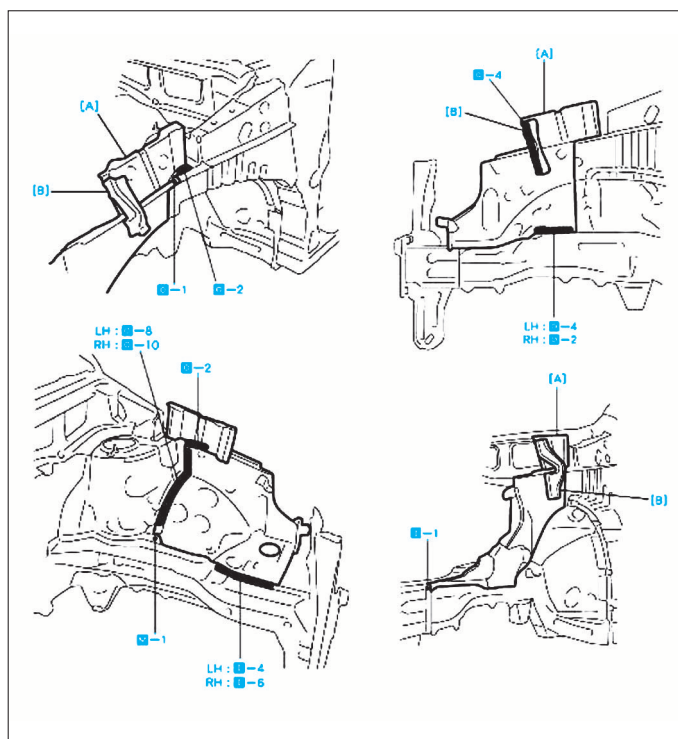

FIG. 8
- Après la soudure (Fig.8), appliquer de la mousse en polyuréthane sur les pièces correspondantes.